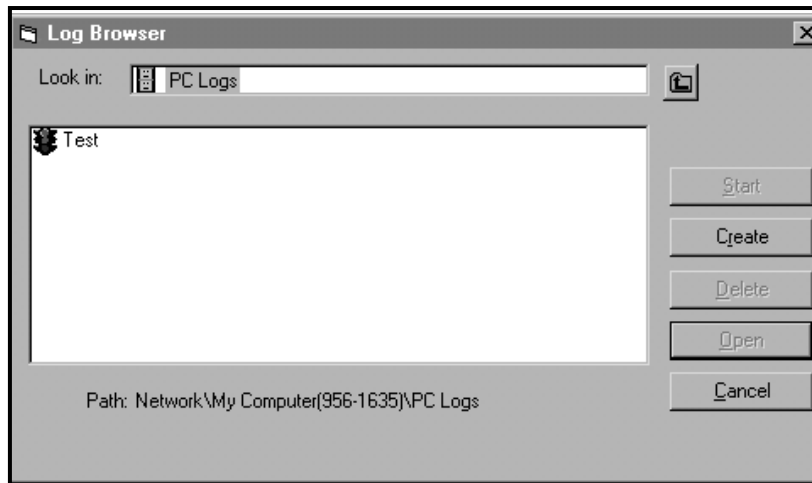

Figura 16: Criar um registro do PC
3. Clique duas vezes em *PC Logs* (Registros do PC) para avançar para a caixa de diálogo mostrada na *Figura 16* abaixo.
4. Na caixa de diálogo mostrada na *Figura 16* acima, clique no botão de opção **[Create]** (Criar) para criar um novo registro de medidor.